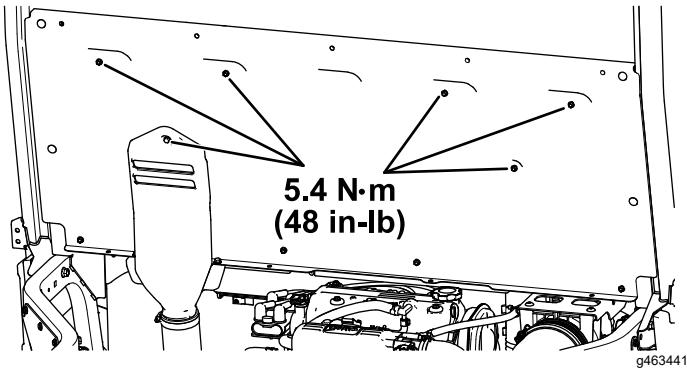

Figure 30
H. Serrez les 5 boulons à tête hexagonale à embase ($\frac{1}{4} \times \frac{3}{4}$ po) et le boulon captif fixés au capot d'admission CVT à $5,4 \text{ N}\cdot\text{m}$ (48 po-lb), comme montré à la Figure 30.